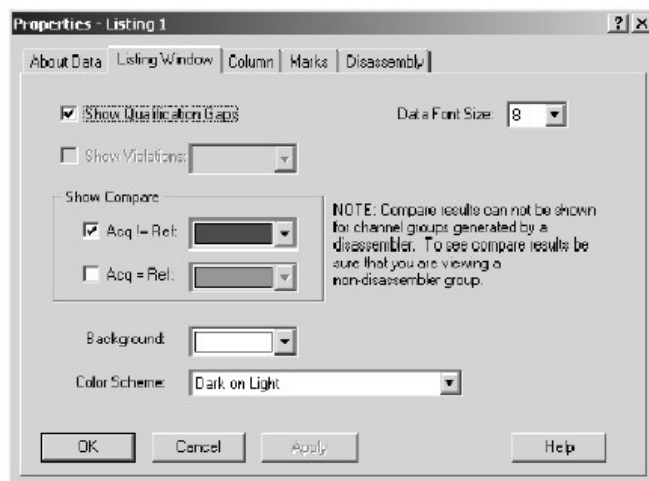

图 3-69 选择 Listing 窗口标记内的比较数据颜色
3. 选择 Show Compare，同时选择某一颜色指示数据与参考数据不等时的情况。见图 3-69。